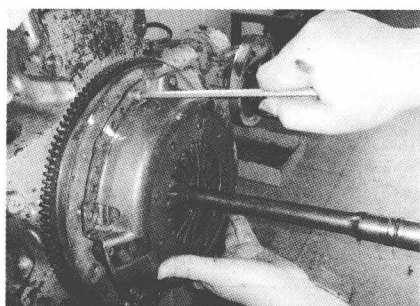

图 1-7 安装固定螺栓
7) 安装固定螺栓, 但不要拧紧, 然后将离合器对中工具插入离合器盘花键毂和导向轴承, 使离合器盘和飞轮对中, 如图 1-7 所示。